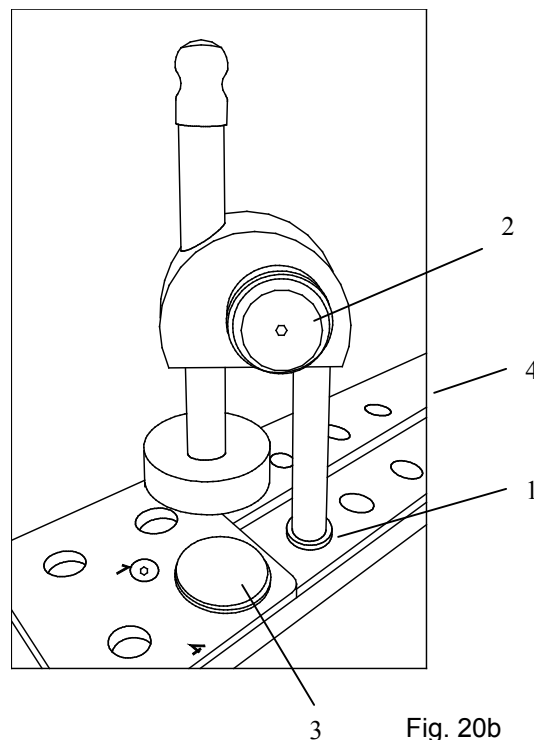

Fig. 20b
Bloque de evacuación del calor fig. 20b:
- Colocar el bloque de evacuación del calor (fig. 20b) en la regleta de congelación rápida (fig. 20b.1).
- Para hacer una refrigeración previa, el bloque de evacuación del calor se asienta en la platina de congelación rápida (fig. 20b.5) girando el botón (fig. 20b.2).
- El bloque de evacuación del calor se asienta en la preparación (fig. 20b.3) girando el botón (fig. 20b.2).
- Si se continúa girando el botón (fig. 20b.2), la presión en la superficie de apoyo aumenta y se observa una deformación de la preparación.
- Para soltar el bloque de evacuación del calor, girar el botón (fig. 20b.2) en sentido contrario.